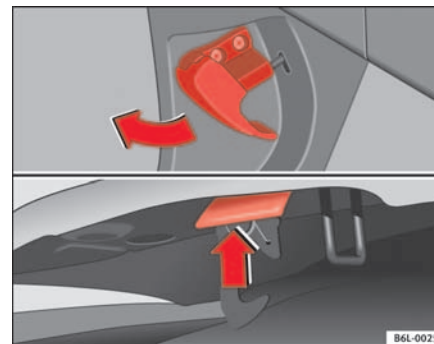

Abb. 120 Riegel der Motorraumklappe.
- Ziehen Sie den Hebel unter der Instrumententafel ⇒ **Abb. 120** in Pfeilrichtung. Die Motorraumklappe wird durch Federwirkung entriegelt ⇒ **⚠**.